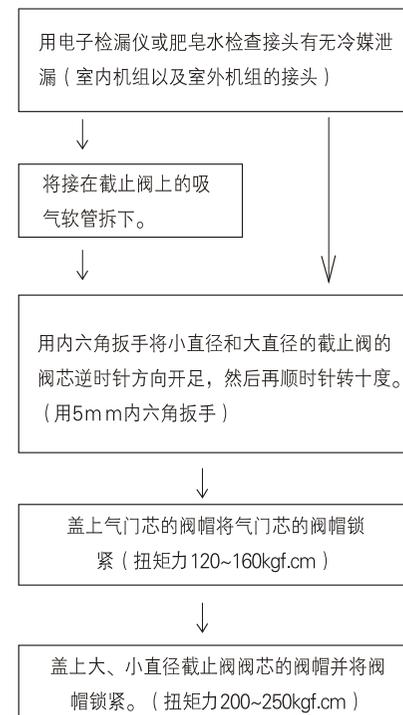

图 24
- (3) 在截止阀与管的喇叭口处涂少许润滑油, 然后按图24所示拧紧纳嘴。
- (4) 按图24所示用扳手牢固地将纳嘴扳紧, 扭矩力按表(5)规定执行。